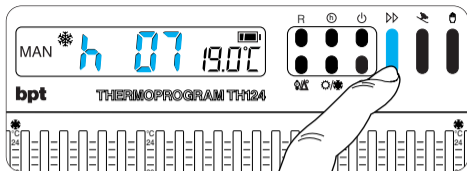

Fig. 28
**9.3** - Premere il pulsante  (fig. 28) sino a che, non si raggiunga il numero di ore desiderato da 1 a 99. Nel conteggio delle ore è compresa anche quella in cui viene effettuata la programmazione (quindi il residuo dell'ora in cui si effettua l'operazione viene conteggiata come 1 ora).